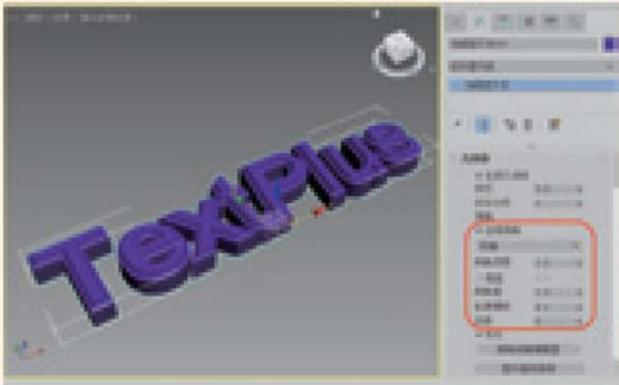

图4-44 设置几何体参数
- 03 勾选【应用倒角】复选框，将【类型】设置为【凹面】，【倒角深度】、【倒角推】、【轮廓偏移】、【步数】分别设置为1、1、0.1、5，如图4-44所示。